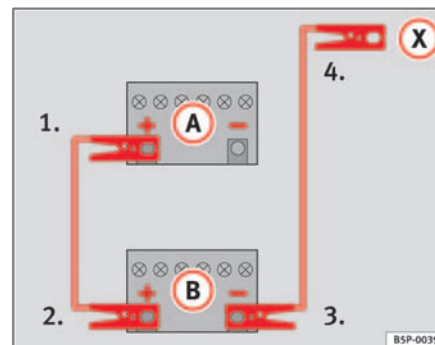

Fig. 160 Schéma de branchement des câbles de démarrage
Sur la ⇒ fig. 160, la batterie déchargée est repérée par la lettre **A** et la batterie fournissant le courant par la lettre **B**.
1. Raccordez une extrémité du câble de démarrage ⇒ fig. 160 rouge à la borne positive (+) du véhicule dont la batterie est déchargée ⇒ ⚠.
4. Sur le véhicule dont la batterie est déchargée, raccordez l'autre extrémité du câble de démarrage noir (X) à une pièce métallique massive fermement vissée sur le bloc-moteur ou au bloc-moteur lui-même, mais pas à proximité de la batterie ⇒ ⚠.